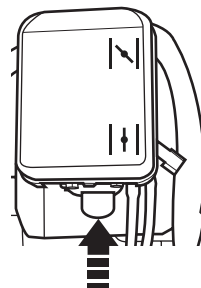

Fig. 11
- > Appuyez sur l'amorceur [6] pour démarrer à froid le moteur de votre machine-outil (Fig. 11).